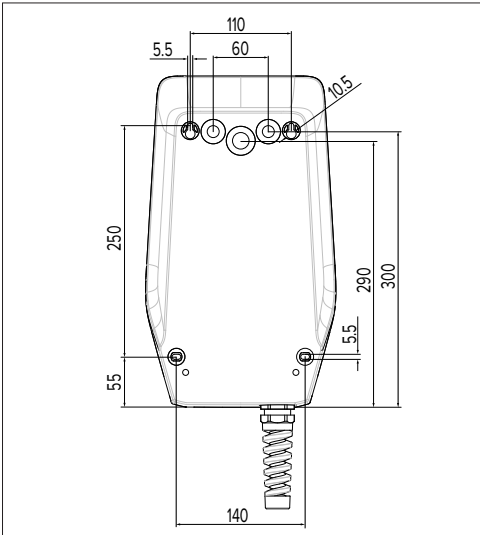

Bild: 6. Borrmått [mm]
Vid väggmontering måste positionen för matarkabeln markeras med hjälp av den bifogade bormallen eller bilden "Bild: 6. Bormått [mm]". Kabelgenomföringar finns på baksidan, undersidan och ovasidan.
- ▶ Rita upp borrhålen med hjälp av den bifogade bormallen eller bilden "Bild: 6. Borrmått [mm]". Kontrollera att bormallen är vågrät.